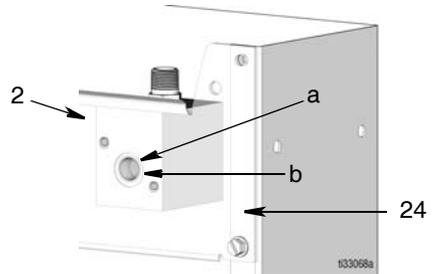

FIG. 10
3. Positionnez le collecteur (2) à l'intérieur de la barre d'huile, en orientant l'ouverture (a) vers l'avant du collecteur avec l'ouverture (b) dans la plaque de montage (24) comme illustré à la FIG. 10.